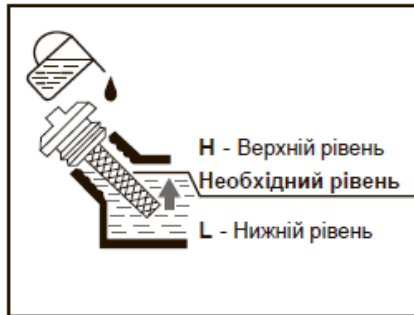

Рис.3
- Вставте щуп, не вкручуючи його. Перевірте рівень оливи за позначкою на щупі. Якщо рівень оливи низький, долийте оливу до верхньої позначки на щупі (Рис. 3). Рівень оливи має бути не нижче позначки «L» та не вище позначки «H»;